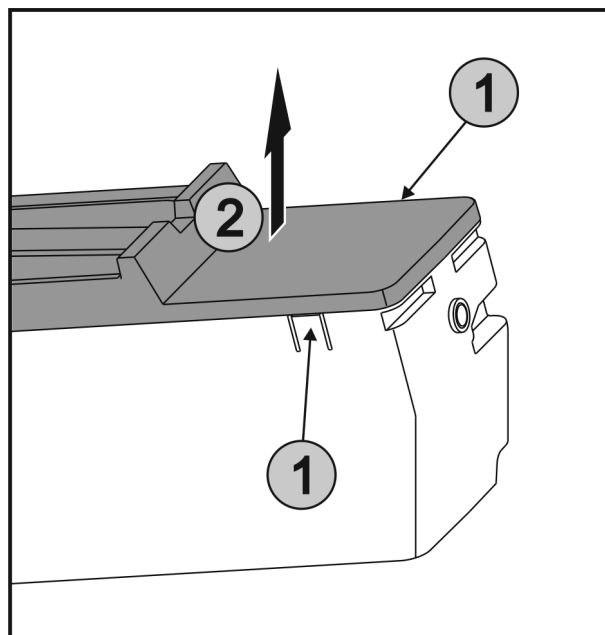

Fig. 40
- ▶ Натиснете едновременно езичетата Fig. 40 (1) от двете страни на EasyTwist-Ice и свалете капака Fig. 40 (2) нагоре.